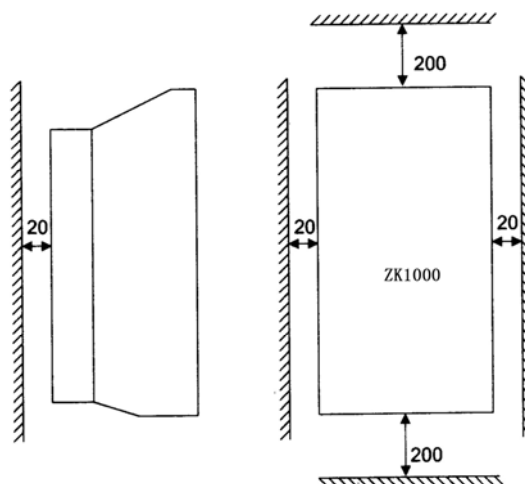

图 3-2 最小安装空间示意图
(1) 请安装在室内通风良好、无阳光直射的场所；
(2) 不要安装在多尘埃、金属粉末、腐蚀性、爆炸性气体的场所；
(3) 环境温度在 $-10\sim 45^{\circ}\text{C}$ 范围内，湿度在 20%~90%RH，无水珠凝结，振动小于 0.5G；
(4) 为保证良好的通风散热，将调压器竖着安装，并且留足够空间，最小空间如图 3-2 所示（单位：mm）。